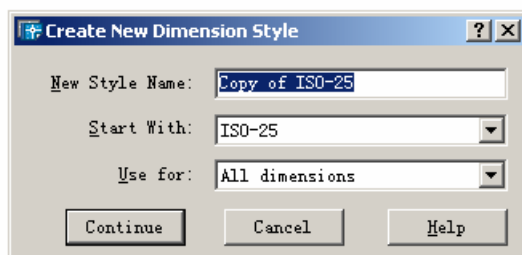

图 8-6 Create New Dimension Style 对话框
(5) Description。说明选取的尺寸标注样式。
(6) Set Current。建立当前尺寸标注类型。
(7) New(新建尺寸标注类型)。单击该按钮,将出现图 8-6 所示的 Create New Dimension Style(创建新的尺寸标注样式)对话框。